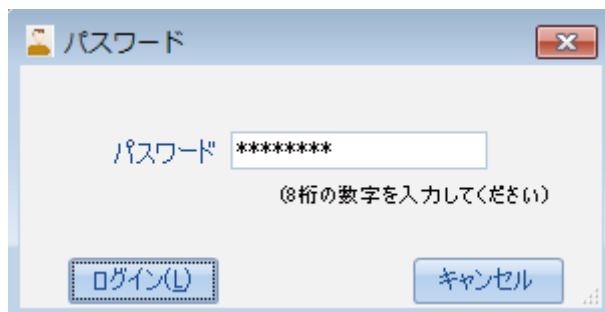

図7-32. パスワードウィンドウ
- [設定]タブまたは、ツールバーの設定モードアイコンをクリックしてください。パスワードウィンドウ(図7-32)が表示されますので、パスワードを入力してください。